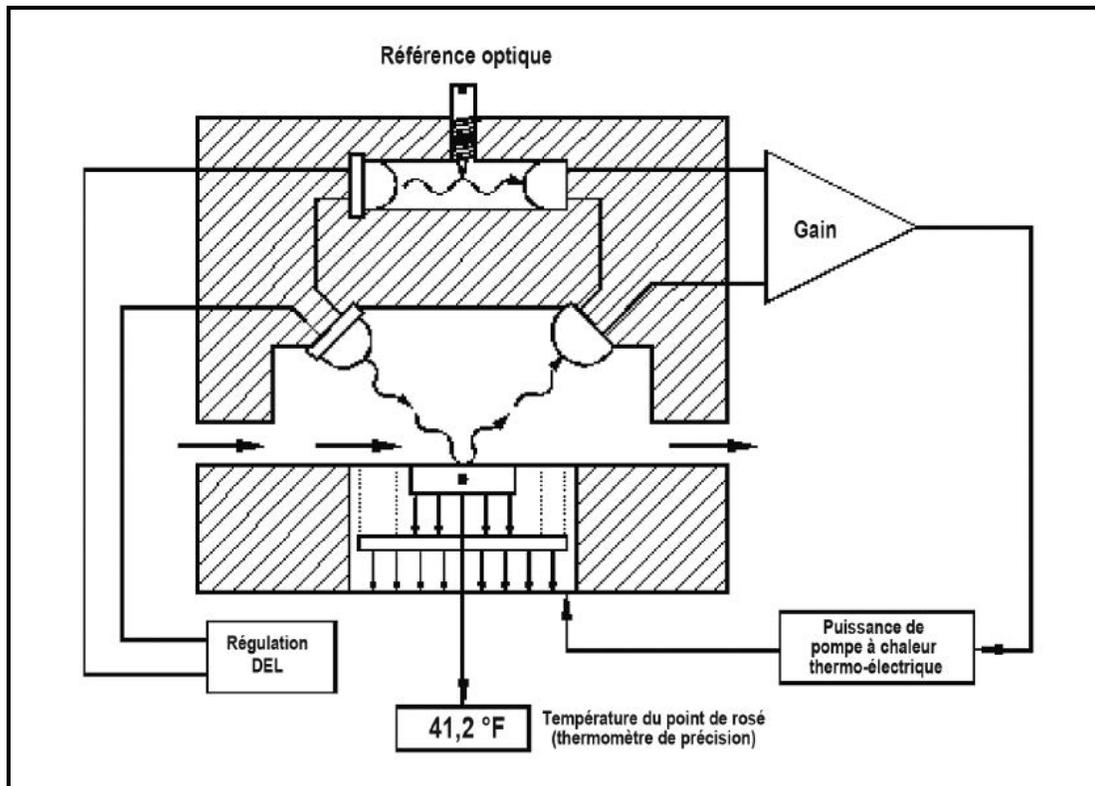

Figure E-1: Diagramme de l'hygromètre à miroir refroidi
La Figure E-1, page E-2 illustre la manière dont les hygromètres Panametrics détectent et mesurent le point de rosée. Le miroir de condensation est éclairé par un émetteur infrarouge (IR) à semi-conducteurs. Un photodétecteur surveille la lumière IR réfléctée par le miroir. Le photodétecteur est entièrement éclairé lorsque le miroir est dépourvu de rosée et il reçoit moins de lumière lorsque se forme la rosée. Une paire voyant/photodétecteur séparée sert de référence connu pour permettre la compensation de toute fluctuation thermiquement induite dans les composants de l'OptiSonde. Les photodétecteurs sont configurés dans un circuit de pont électrique, dont l'intensité de sortie est proportionnelle à la lumière réfléchi par le miroir. La sortie du pont commande l'intensité électrique alimentant le refroidisseur thermoélectrique.